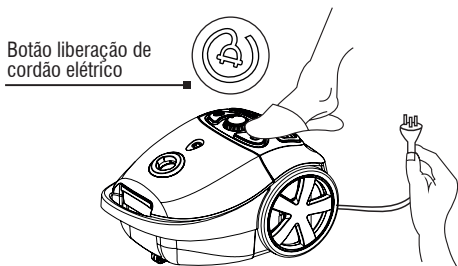

Fig. 7 – Liberação do cordão elétrico
- Pressione levemente o botão de liberação do cordão elétrico, conforme mostra a Fig. 7. Desenrole por completo a extensão para evitar o aquecimento excessivo do cordão elétrico. Estenda o cordão elétrico até a marca amarela, que simboliza que a extensão está chegando ao seu fim. Nunca ultrapasse a marca vermelha do cordão elétrico. Para rebobinar o cordão elétrico, pressione novamente o botão de liberação até que o cordão seja recolhido por completo.